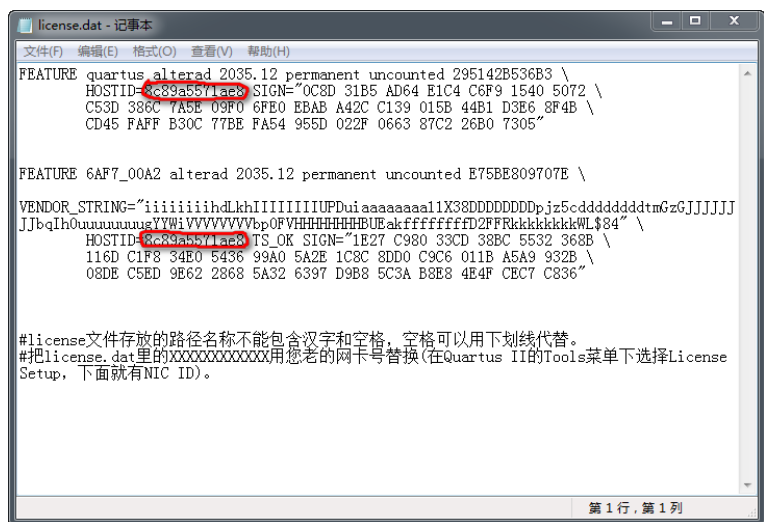

图 1-10 修改 license.dat 文件
- 2) 把 license.dat 里的 XXXXXXXXXXXX 用您的网卡号（如图 1-12 的 ③ 处）替换(在 Quartus II 13.1 的 Tools 菜单下选择 License Setup，下面就有 NIC ID)。如图 1-10 所示的红色圆圈部分就是替换后的网卡物理地址。如果您的电脑上有多多个网卡，随便填一个就行。